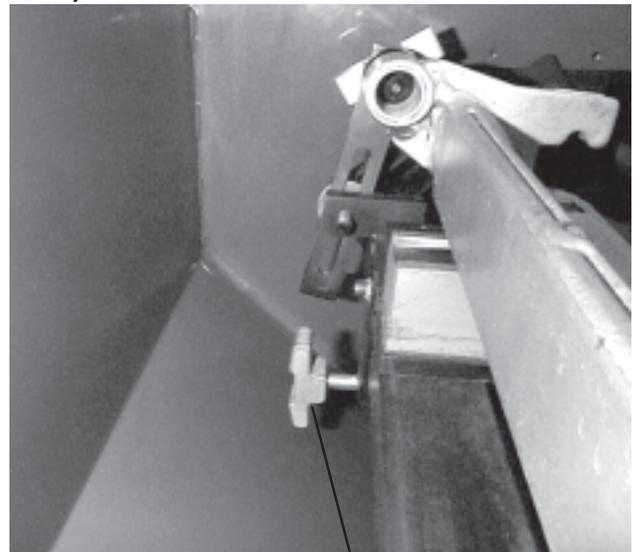

FIG. 21
1. Jale las dos puntas del calibre hacia adelante y rote el calibre en posición, rectamente hacia arriba. Afloje la perilla de cierre y el imán del lado derecho y el montaje de centro. Vea FIG. 21. Ponga el montaje de la cuchilla de base / barra de base para ser rectificada en los imanes. Mueva el montaje magnético de lado derecho hasta que la alineación de las puntas de la válvula estén en ambos fines de la cuchilla de base, entonces apriete la perilla de cierre magnética de lado derecho lo suficiente para asegurar el imán.